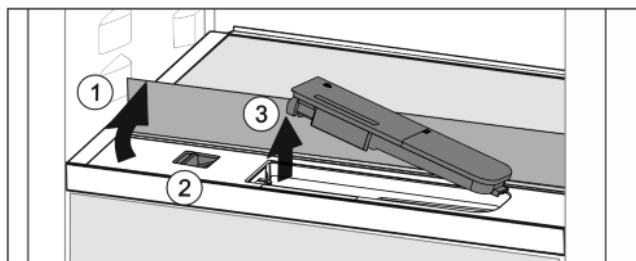

Fig. 38
- ▶ Glasplatte anheben und bis zum Anschlag nach hinten klappen Fig. 38 (1).
- ▶ Schieber Fig. 38 (2) nach links schieben.
- ▶ Wassertank entnehmen Fig. 38 (3).